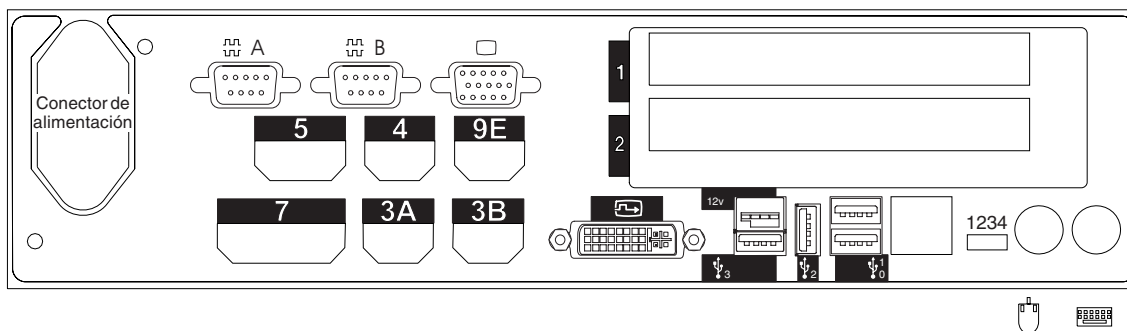
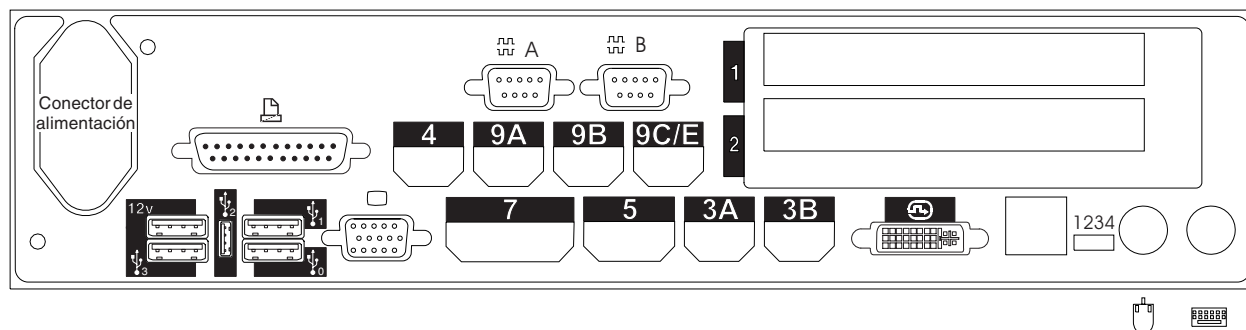

Figura 110. Parte posterior del Terminal de Punto de Venta IBM 4694-207
Figura 111. Parte posterior del Terminal de Punto de Venta IBM 4694-247
10. En la Figura 110 y en la Figura 111 en la página 329 marque con una X los zócalos a los que se conectan los dispositivos POS.